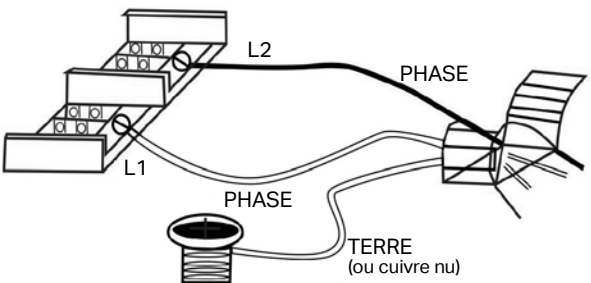

Figure 7
Retirer les vis du panneau pour accéder au bloc d'alimentation; voir la **Figure 7**.
- 3. Tirer suffisamment de fil dans le radiateur et le brancher au bloc d'alimentation situé dans la zone des composants électriques du radiateur; voir la **Figure 7**.